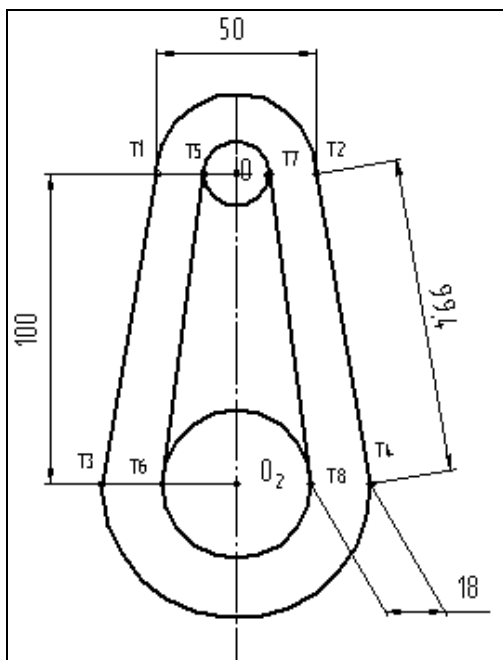

Рис. 11.17. Построенные линейные размеры на Эскизе 1
- ◆ щелкните ЛК мыши в любом месте и снимите выделение. Наклонный размер построен (рис. 11.17).